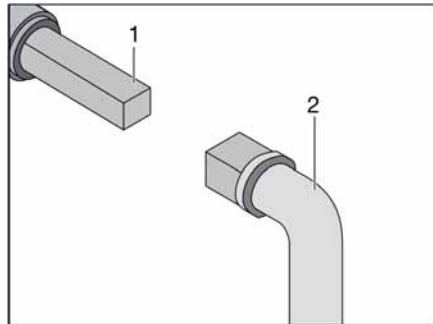

Fig. 288 Manejo del grifo para la eliminación de aguas residuales
- Insertar la llave (Fig. 288,2) en el cuadrado (Fig. 288,1).